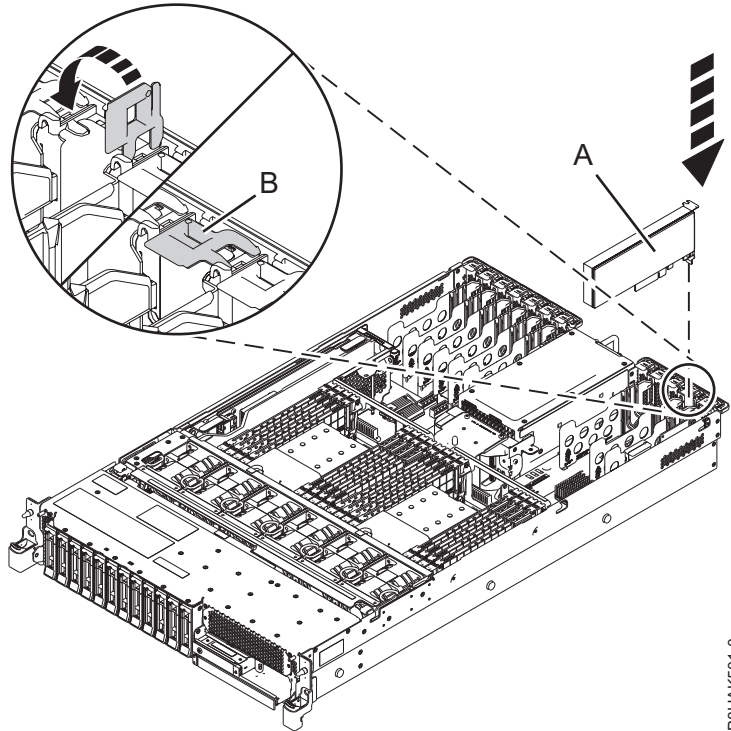

図 12. 5148-21L、5148-22L、 8247-21L、8247-22L、8284-21A、または 8284-22A システムでのPCIe アダプターの取り付けまたは再取り付け
7. ターゲット・スロットにあるアダプター・ラッチ **(B)** がまだオープンの場合、ラッチを、システム背面でそのクリップから外側に回転させて、ラッチを引っ張ってオープンにします (以下を参照)。24 ページの図 12
8. アダプターの上端またはテール・ストックを注意深く握り、図に示すように、システム・バックプレーン **(A)** のスロットとそのコネクタにアダプターを位置合わせします。24 ページの図 12
11. アダプターをスロットにロックするには、アダプター・ラッチ **(B)** を図に示されている方向に回転させます。24 ページの図 12